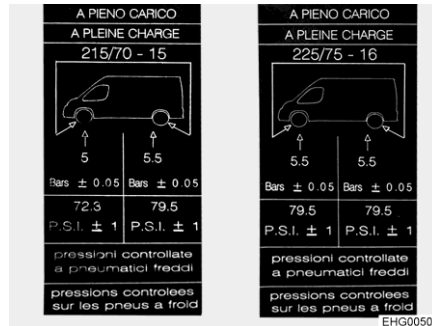

Fig. 124 Autocollant d'indication de la pression des pneus sur le montant B (exemple)
- ▷ Les autocollants indiquant la pression de pneus nécessaire sont apposés sur le côté intérieur du montant B (voir Fig. 124).